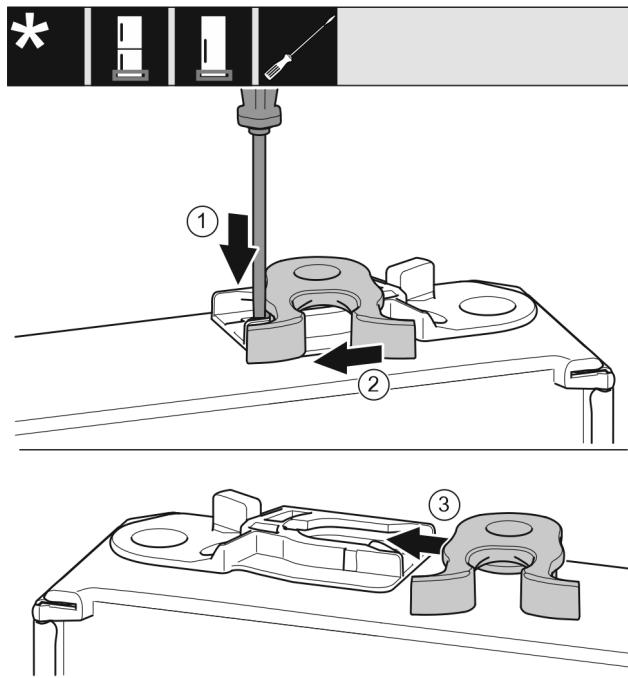

Fig. 18
- Πιέστε το αυτάκι Fig. 18 (1) με ίσιο κατσαβίδι προς τα κάτω.
- Τραβήξτε το άγκιστρο κλεισμάτος Fig. 18 (2) από τον οδηγό.
- Ωθήστε το άγκιστρο κλεισμάτος Fig. 18 (3) στην άλλη πλευρά στον οδηγό.